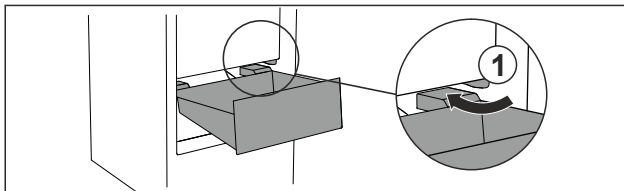

Fig. 78
- ▶ Introducir el cajón inclinado rodeando los topes Fig. 78 (1).